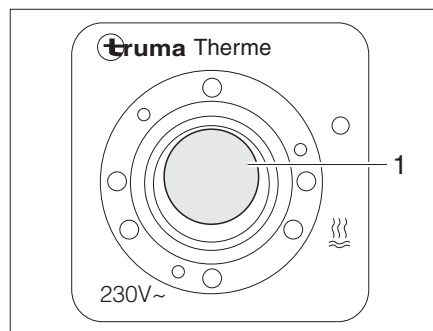

Fig. 123 Interruttore di comando per scaldacqua
Con l'interruttore di comando (Fig. 123) si inserisce la modalità di funzionamento elettrico. La spia di controllo (Fig. 123,1) nell'interruttore deve accendersi.
- Inserire l'interruttore di comando (Fig. 123). La spia di controllo (Fig. 123,1) nell'interruttore si accende.
- Spegnerne l'interruttore di comando (Fig. 123). La spia di controllo (Fig. 123,1) nell'interruttore si spegne.
- Spegnerne l'interruttore di comando (Fig. 123). La spia di controllo (Fig. 123,1) nell'interruttore non si accende.